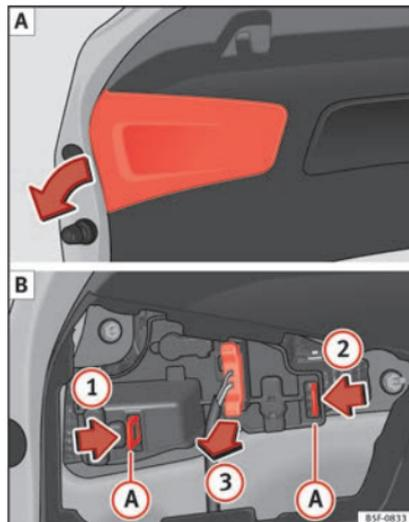

Abb. 113 Abdeckung der Gepäckraumklappe entfernen und Lampenträger ausbauen. »
- Nehmen Sie die Gepäckraumklappe in Pfeilrichtung ab **» Abb. 113 A**.
- Entriegeln Sie die Befestigungslaschen **A** des Lampenträgers in Pfeilrichtung **1** und **2** **» Abb. 113 B**.
- Ziehen Sie den Lampenträger in Pfeilrichtung heraus **3** **» Abb. 113 B**.
- Bauen Sie den Lampenträger ein und achten Sie darauf, dass die Halteclips **A** **» Abb. 113 B** richtig befestigt sind.